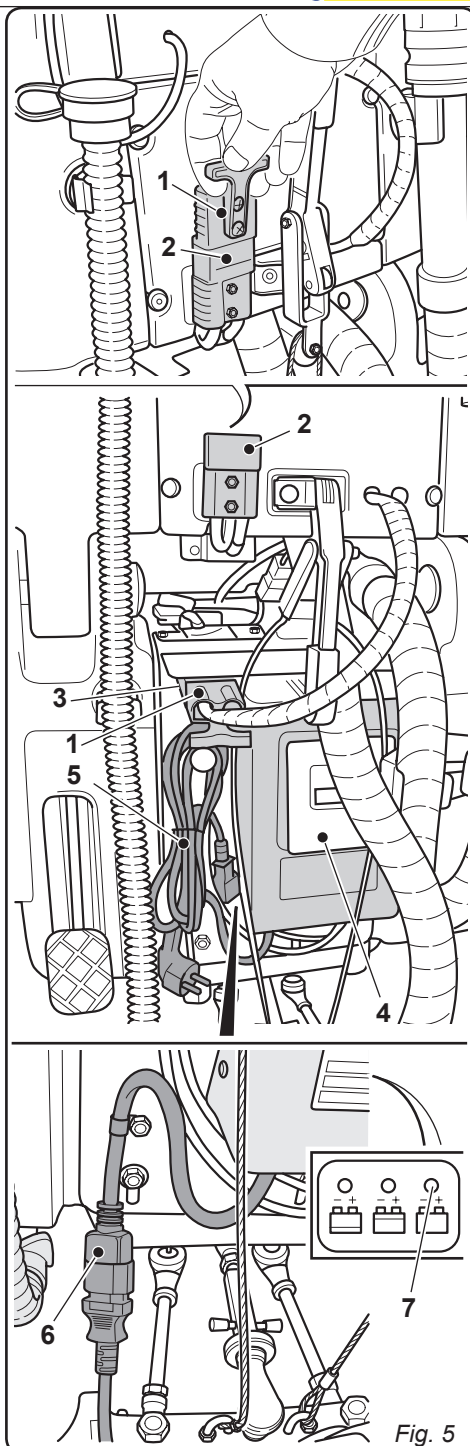

Fig. 5
4.1.a - Carica della batteria tramite caricabatterie di bordo (se presente) (Fig. 5)
- Staccare la spina (1) delle batterie dalla presa (2) dell'impianto.
- Collegare la spina (1) delle batterie alla presa (3) del caricabatterie di bordo (4).
- Prelevare dall'apposito aggancio il cavo (5) e collegarlo alla presa (6) presente nella macchina, quindi collegare l'altra estremità alla presa di corrente di rete.